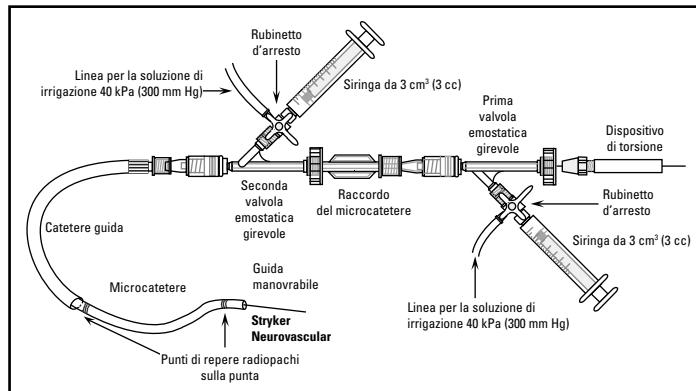

Figura 1. Esempio di impostazione per l'irrigazione costante
- Infilare il dispositivo di torsione sull'estremità prossimale del filoguida, come indicato nella Figura 1, quindi fissarlo.
Nella Figura 1 è illustrata l'impostazione per l'irrigazione costante consigliata. Le valvole emostatiche girevoli garantiscono una buona tenuta e sono collegate al catetere guida e al microcatetere. I rubinetti d'arresto sono collegati al braccio laterale delle valvole, le quali fungono da ingresso di infusione per l'irrigazione adeguata o per l'iniezione del mezzo di contrasto.
2. Aprire la vite zigrinata sulla valvola emostatica girevole e introdurre con cautela il gruppo del microcatetere e del filoguida attraverso la valvola emostatica girevole del catetere guida (seconda valvola nella Figura 1). Serrare l'o-ring attorno al microcatetere in modo da prevenire il flusso retrogrado, senza però compromettere l'avanzamento del microcatetere.